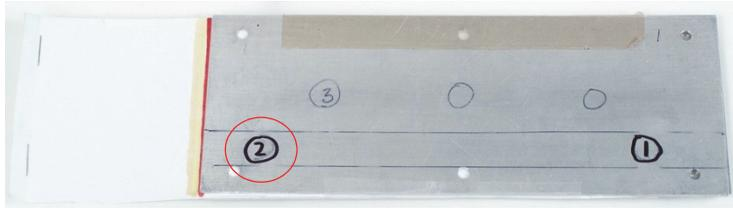

Figura 5-103 Posizione 2 nel campione
7. Posizionare la sonda in posizione 2 (vedere Figura 5-103 a pagina 213) ed in seguito premere il tasto FREEZE (❄).